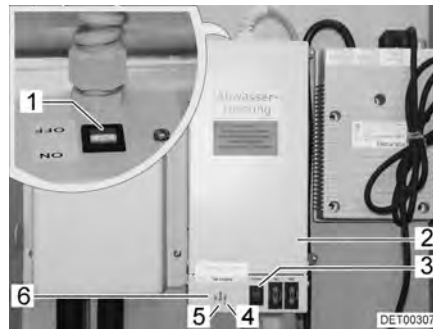

Fig. 123 Trasformatore con apparecchio di regolazione
Il trasformatore 230 V AC/12 V DC (Fig. 123,2) è montato, a seconda del modello, nell'armadio guardaroba o nella cassapanca della dinette.
- La spia di controllo (Fig. 123,5) diventa verde: Regolazione in funzione
- Le spie di controllo (Fig. 123,4 e 6) diventano rosse: Le tubazioni delle acque grigie vengono riscaldate
Nell'involucro è incorporato un pulsante di prova (Fig. 123,3) che consente di mettere in funzione brevemente l'apparecchio di regolazione. La pressione sul pulsante di prova consente di testare il funzionamento del riscaldamento anche quando la temperatura ambiente è superiore a 5 °C.
- Posizionare su "ON" l'interruttore (Fig. 123,1) sul trasformatore (Fig. 123,2).
- Posizionare su "OFF" l'interruttore (Fig. 123,1) sul trasformatore (Fig. 123,2).